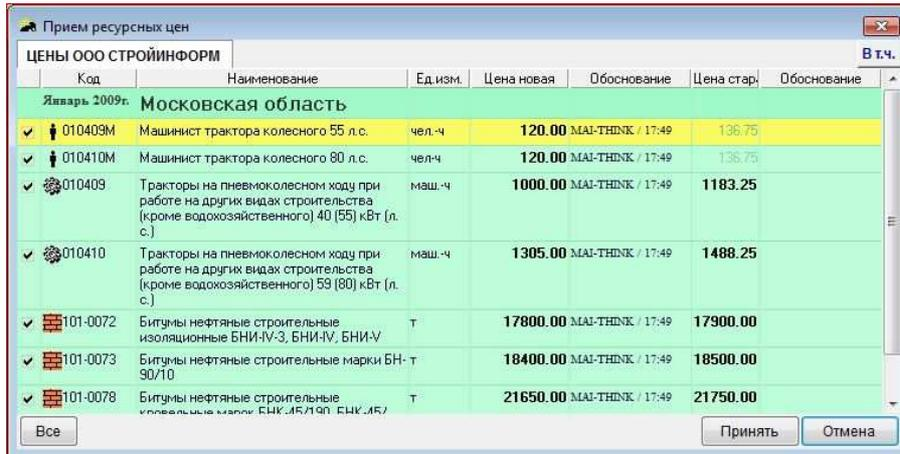

Рис. 4. Окно приема цен на компьютере администратора
7. У администратора на панели инструментов активируется кнопка приема цен . При нажатии на эту кнопку открывается окно приема цен (Рис.4):